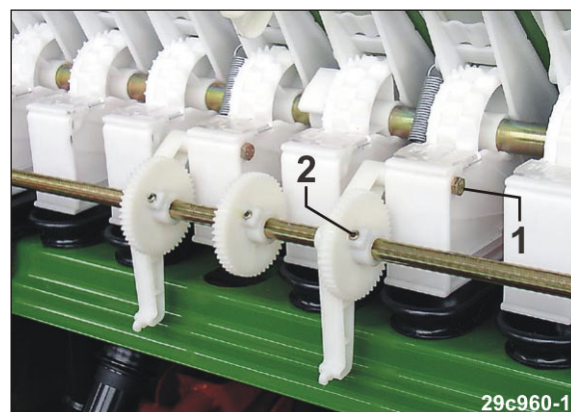

Fig. 127
6. Scoateți șuruburile (Fig. 127/1).
7. Desfaceți șuruburile (Fig. 127/2).